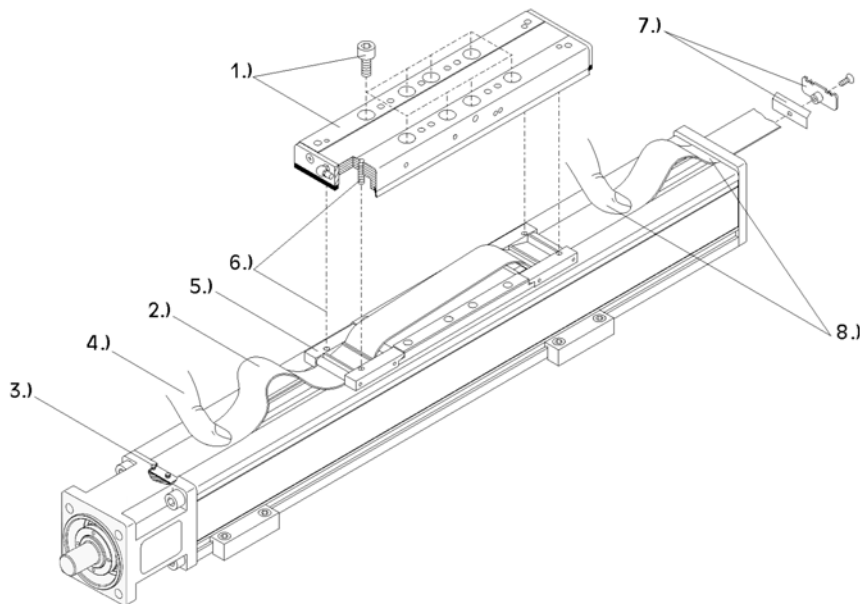

Bild 17: Abdeckband wechseln
1. **Bild 17:** Befestigungsschrauben der Kraftbrücke entfernen und komplette Kraftbrücke senkrecht nach oben vorsichtig abheben. **Achtung:** Die Bandniederhalter sollen auf dem Rohrprofil liegen bleiben!